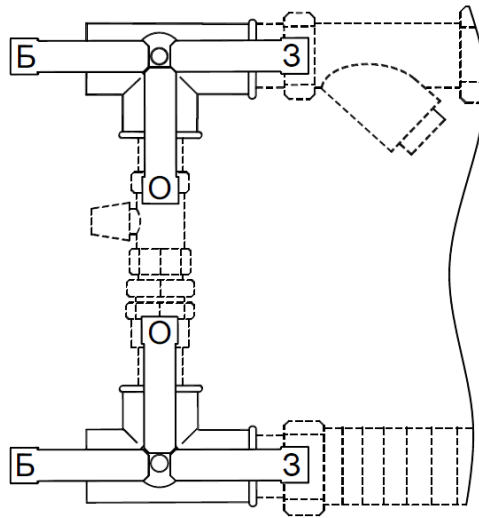

Рисунок 5.3 – Положения рукояток кранов
**ВНИМАНИЕ!** Перед монтажом необходимо уточнить и отметить на корпусе узла функциональные положения рукояток кранов поз.1 (Б, О и З) (см. рисунок 5.3):